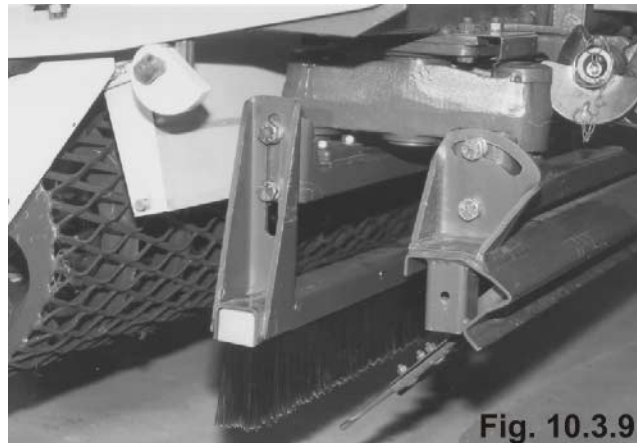

Fig. 10.3.9
- Draai de bevestigingsbouten aan beide zijden van de borstelbalk los (afb. 10.3.9).